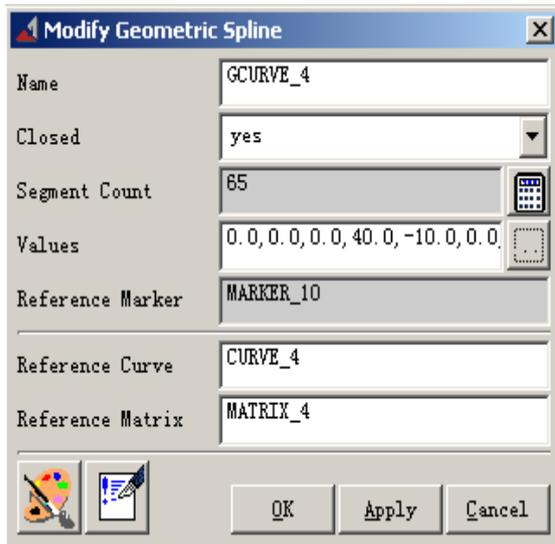
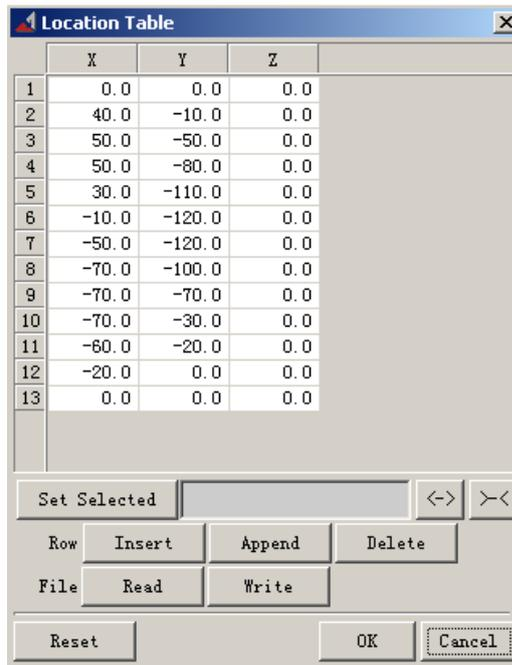

图 4-8 几何尺寸修改对话框
图 4-9 Location Table 对话框
4.6 在所画的样条曲线（绿颜色的）上右击鼠标，选择“**--Bspline: GCURVE_4→Modify**”，出现 **Modify Geometric Spline** 对话框，如图 4-8 所示，在该对话框中选择 **Location table** 图标，出现 **Location Table** 对话框，如图 4-9 所示。由于每个人所画的样条曲线的不一样，相应的 X、Y、Z 坐标也就不一样。